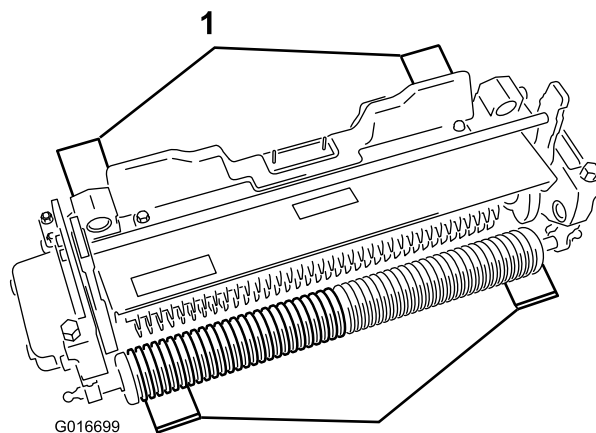

Figure 4
2. Placez 4 gabarits, réglés à la profondeur de pénétration des lames au-dessous du sol correcte, sous le rouleau avant et le rouleau arrière du défendeur (Figure 4).